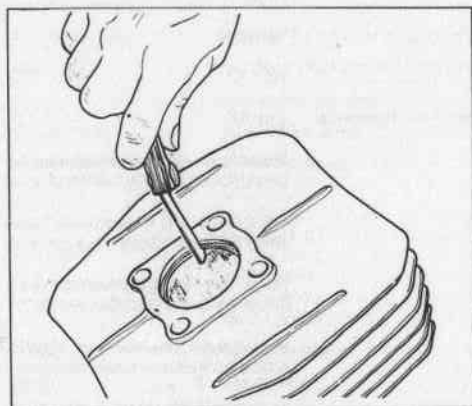

Fig. 1
- Inserire la fascia elastica nel cilindro e, come indicato in Fig. 1 verificare con uno spessimetro che l'apertura non superi i $0,60 \div 0,70$ mm., nel qual caso sostituire la fascia elastica;